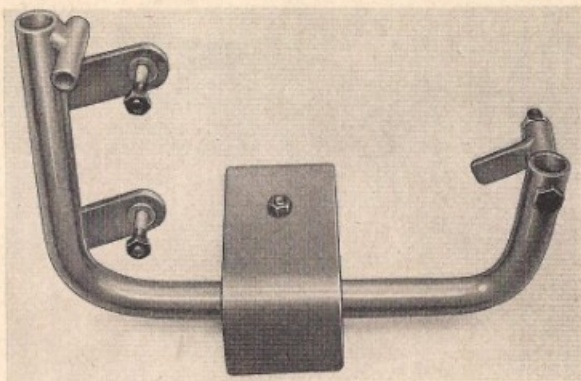

Abb. 32
1. Montagevorrichtung 504 81 60 68, Abb. 32